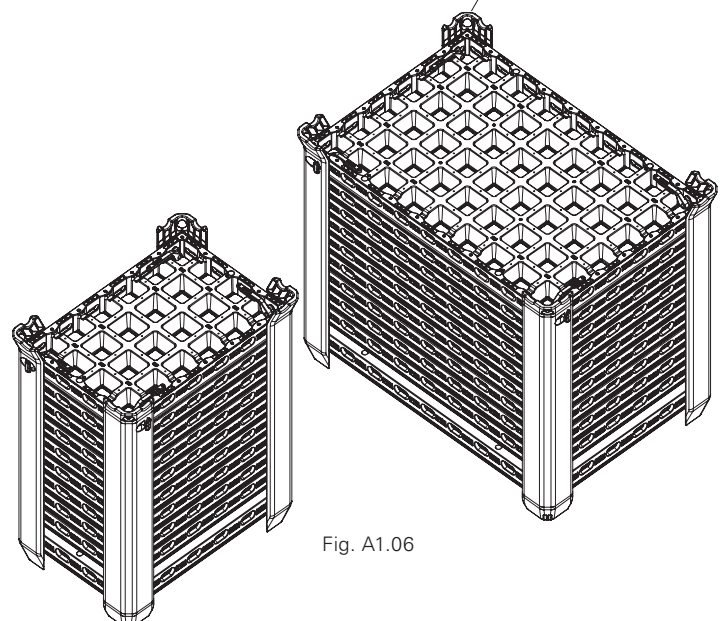

Fig. A1.06
- En cas d'utilisation d'angles de levage (1), positionner le dernier panneau de la pile avec le cadre orienté vers le haut.
- Fixer le panneau sur chaque angle de levage à l'aide d'un connecteur DUO (21). (Fig. A1.06 et A1.06a) Voir A3, connecteur DUO.